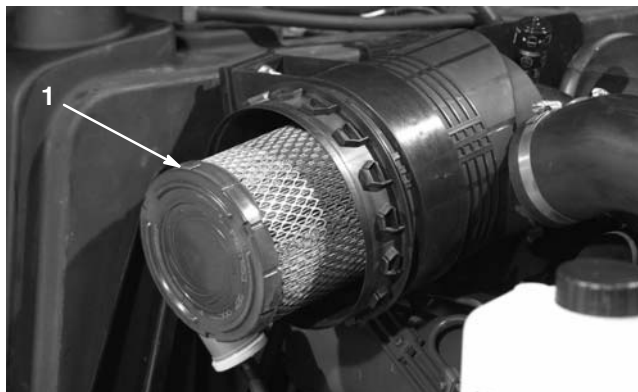
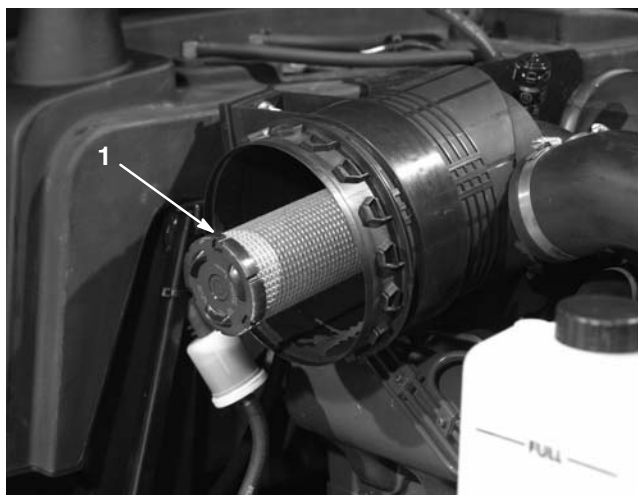

Figure 45
Figure 46
3. Déposez l'élément primaire (Fig. 45). Il est déconseillé de nettoyer l'élément usagé car cela risquerait d'endommager le filtre. Vérifiez que le nouveau filtre est en bon état ; contrôlez l'extrémité étanche du filtre et le corps. N'utilisez pas l'élément s'il est endommagé. N'enlevez **pas** l'élément de sécurité (Fig. 46).
Important N'essayez jamais de nettoyer l'élément de sécurité (Fig. 46). Remplacez-le une fois sur trois, quand vous effectuez l'entretien de l'élément primaire.
4. Reposez l'élément primaire (Fig. 45).